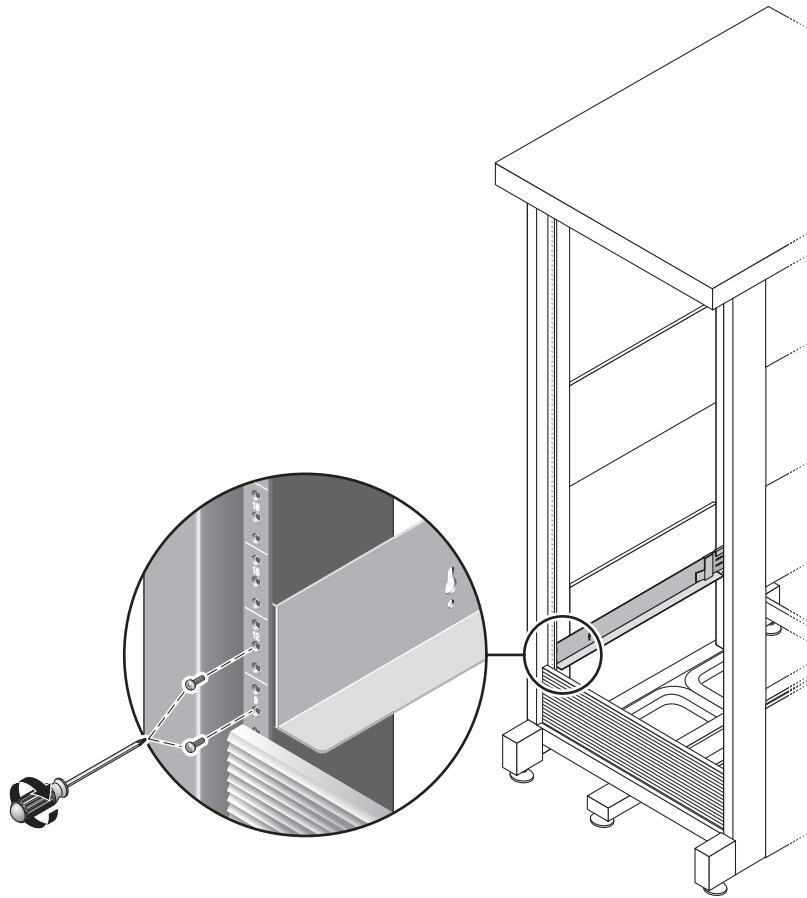

FIGURE 2-4 Fixation du rail gauche à l'avant de l'armoire
5. À l'aide d'un tournevis cruciforme n° 2, insérez et serrez deux vis 8-32 pour fixer le rail gauche à l'avant de l'armoire (FIGURE 2-4). Répétez l'opération pour le rail droit.